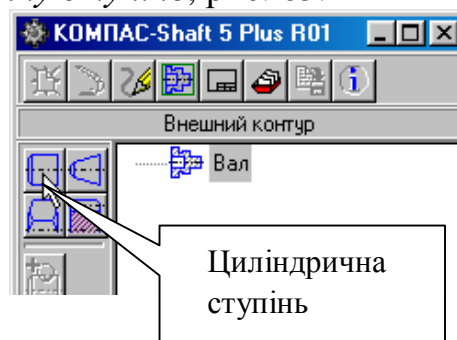
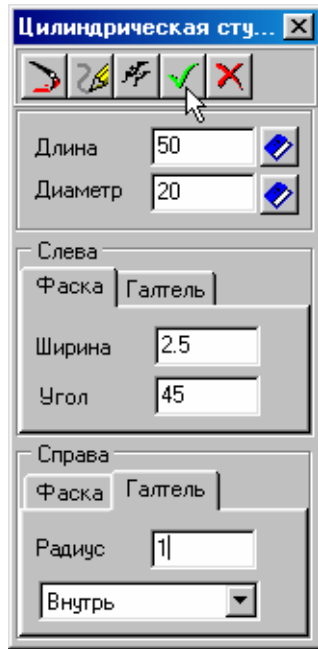
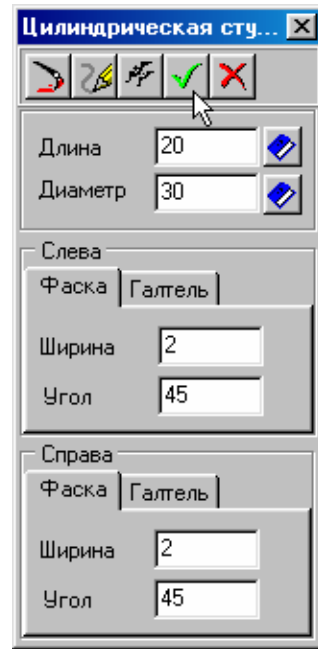

Рис. 65.
Рис. 66.
Рис. 67.
7. Виберіть *циліндричну ступінь*, рис. 65.
8. Виберіть параметри першої циліндричної ступені, рис. 66. Вкажіть знову циліндричну ступінь, рис. 65 і виберіть параметри другої ступені, рис. 67.